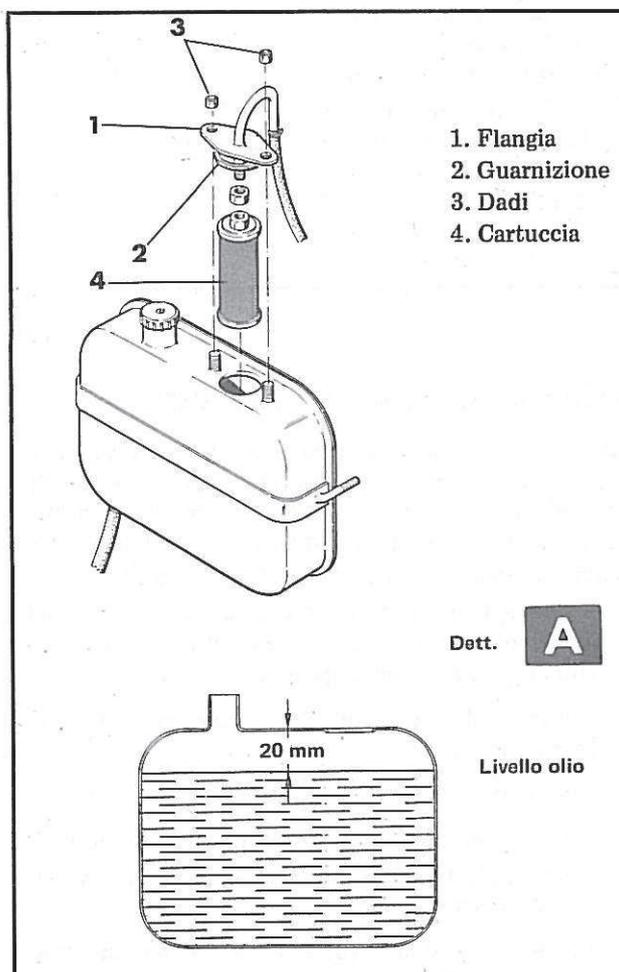

Figura 21. Sostituzione filtro impianto idraulico
1. Controllare il livello dell'olio nel serbatoio con i martinetti di sollevamento attrezzi e comando sterzo completamente retratti. L'olio deve trovarsi a circa 20 mm dal bordo del serbatoio (vedere Dett. A della figura 21).
La cartuccia del filtro dell'impianto idraulico deve essere sostituita all'incirca ogni 250 ore di lavoro. Per sostituire la cartuccia, procedere nel modo seguente (vedere figura 21):